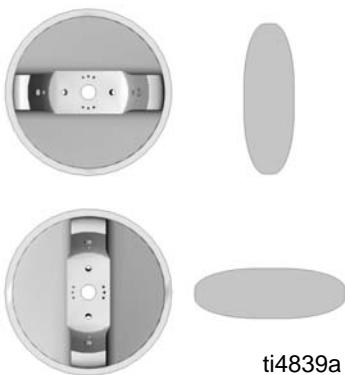

FIG. 2
- Rode o espalhador para obter o padrão de pulverização desejado. Ver a FIG. 2